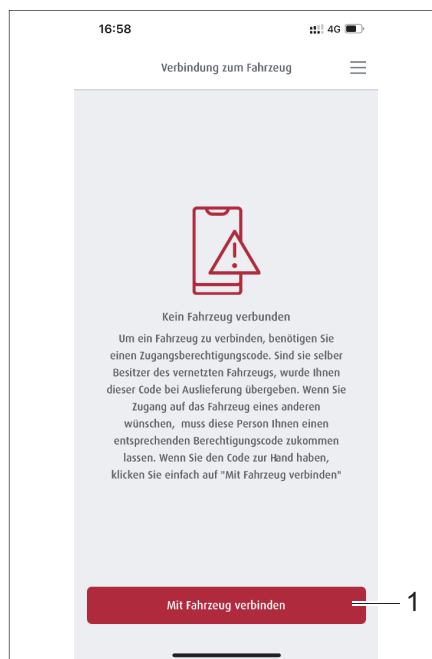
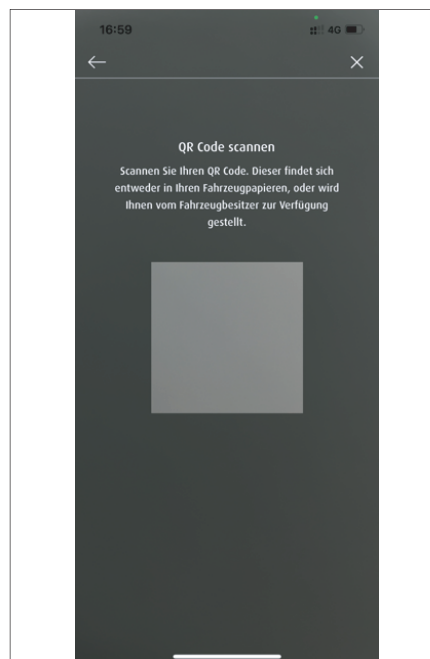

Bild 296 Anslutning till fordon
Bild 297 Skanna fordonets QR-kod
- Klicka på knappen *Registrering* (Bild 295,1). Menyfältet Anslutning till fordon visas (Bild 296). Om det redan finns fordon som är anslutna, visas de här.
- Klicka på knappen *Anslut till fordonet* (Bild 296,1) tippen. Menyfältet Skanna QR-kod visas (Bild 297).